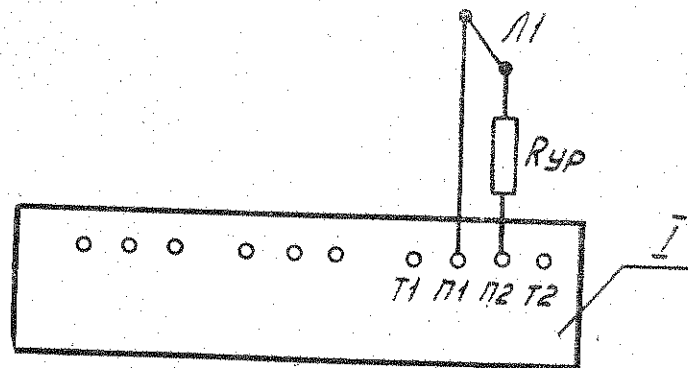

Рис. 8.
7. 5. 1. Соберите схему, приведенную на рис. 8.